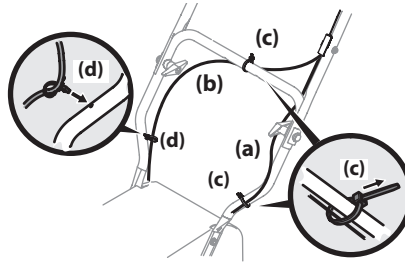

Figura 2-10
NOTA: El recorrido del cable de la barrena (a) pasa por debajo de la barra de control inferior izquierda y el cable de transmisión (b) pasa a través de la parte superior de la barra de control inferior y por debajo del lado derecho de la misma. Consulte la Figura 2-10.
6. Se utilizaron dos precintos (c) para sujetar los cables de control a la barra de control inferior sin ajustarlos, incluido el precinto (c) que se reubicó en el paso 3. También se incluye un sujetador de empuje (d) en el cable de transmisión inferior (b). Ubique ahora los precintos (c), como en la Figura 2-10, y ajuste para sujetar los cables (a y b) a la barra de control inferior. Recorte el material excedente de los precintos (c). Si aún no se colocó, empuje el sujetador (d) del cable de transmisión (b) dentro del orificio en la barra de control suministrada como se indica en el recuadro izquierdo.